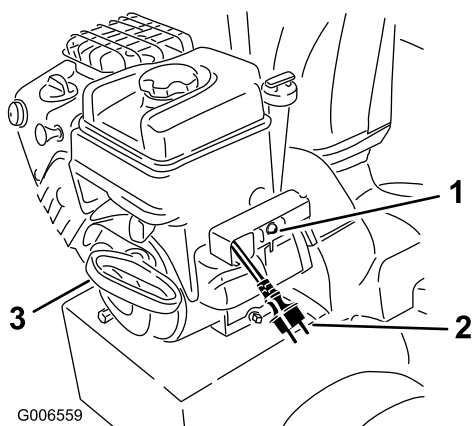

Figure 30
7. Démarrez la machine en tirant sur le lanceur ou en appuyant sur le bouton du démarreur électrique (Figure 30).